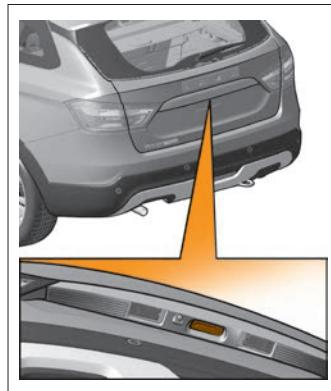

Рис. 14. Выключатель открывания замка багажника
**В вариантом исполнении** автомобиля LADA Vesta (кузов «SW» и кузов «SW Cross») для открывания двери багажного отделения снаружи предусмотрен выключатель открывания замка багажника (рис. 14). Открытие двери багажника от выключателя в накладке также доступно и в кузове «SE».